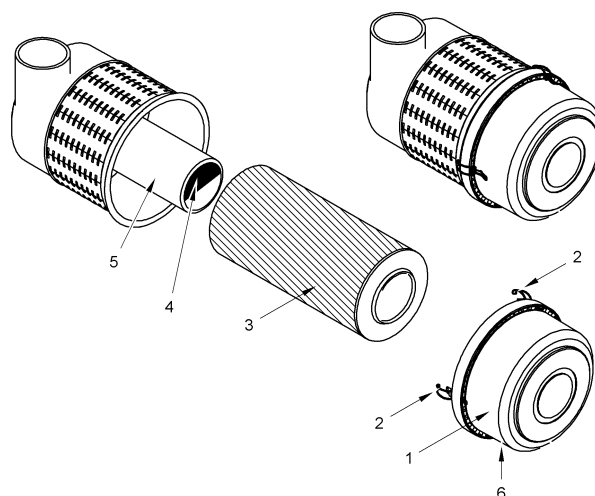

Fig. 12 Filtro de aire de estructura
1	Abra las pinzas de bloqueo (2, Fig. 12) de la cubierta del filtro de aire (1) y retire la cubierta.